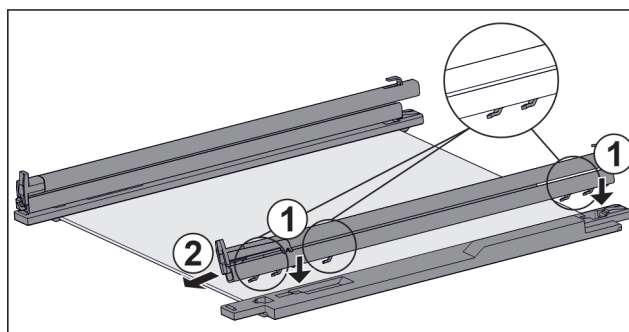

Fig. 133 Skleněná deska s kolejničkami a přídržnými díly
- ▶ Nasadte háčky kolejničky na otvory **levého** přídržného dílu. Fig. 133 (1)
- ▶ Vytáhněte kolejničku dopředu. Fig. 133 (2)
- ▶ Nasadte háčky kolejničky na otvory **pravého** přídržného dílu. Fig. 133 (1)